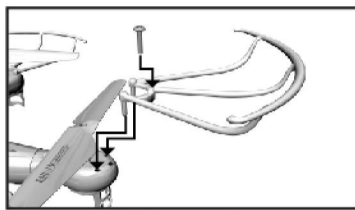

図.2
2. ローター保護フレームを取り付けネジでしっかりと固定する（図2）